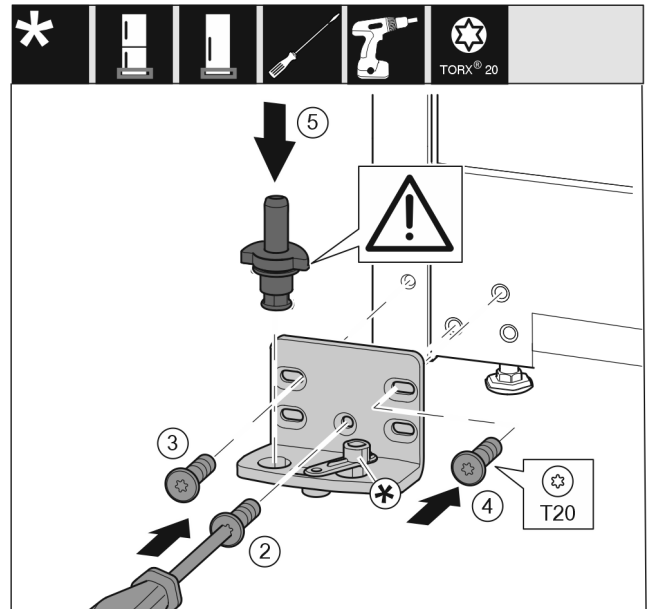

Fig. 16
- ▶ Applicare il blocco di supporto sull'altro lato e avvitarlo con l'aiuto di un cacciavite. Iniziare dalla vite Fig. 16 (2) in basso al centro.
- ▶ Stringere la vite Fig. 16 (3) e la vite Fig. 16 (4).
- ▶ Inserire completamente i perni di supporto Fig. 16 (5). Facendo ciò assicurarsi che la camma di arresto sia rivolta all'indietro.